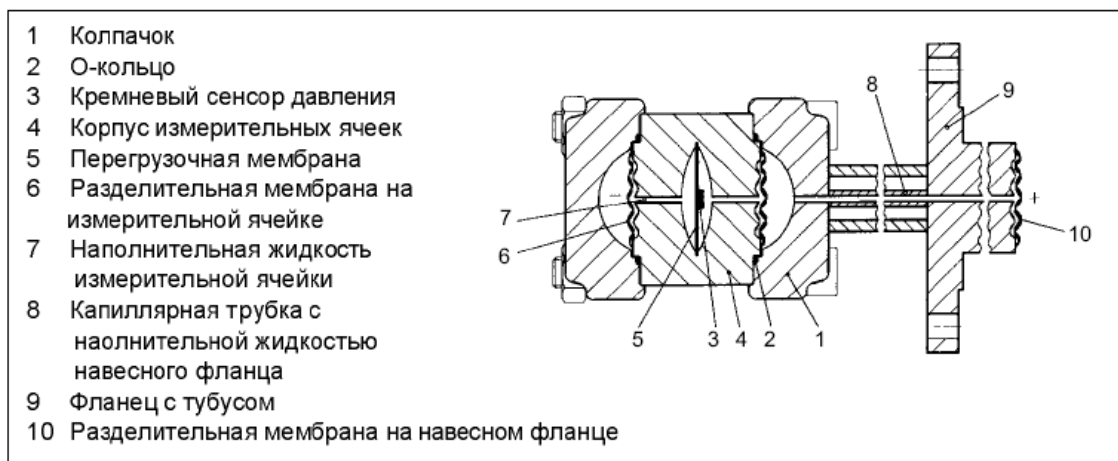

Рис. 6 Измерительная ячейка для уровня, функциональная схема
Входное давление (гидростатическое давление) через разделительную мембрану (10, рис.6) на навесном фланце гидравлически воздействует на измерительную ячейку. Возникающее на измерительной ячейке дифференциальное давление через разделительную мембрану (6) и наполнительную жидкость (7) передается на кремневый сенсор давления (3). При превышении границ измерения перегрузочная мембрана (5) отклоняется настолько, пока одна из разделительных мембран (6) не коснется корпуса измерительных ячеек (4), защищая тем самым кремневый сенсор давления (3) от перегрузки. Возникающее дифференциальное давление отклоняет измерительную мембрану. Четыре установленных на измерительную мембрану по мостовой схеме пьезо-сопротивления изменяют благодаря этому свою величину сопротивления. Изменение сопротивления вызывает выходное мостовое напряжение, пропорциональное дифференциальному давлению.